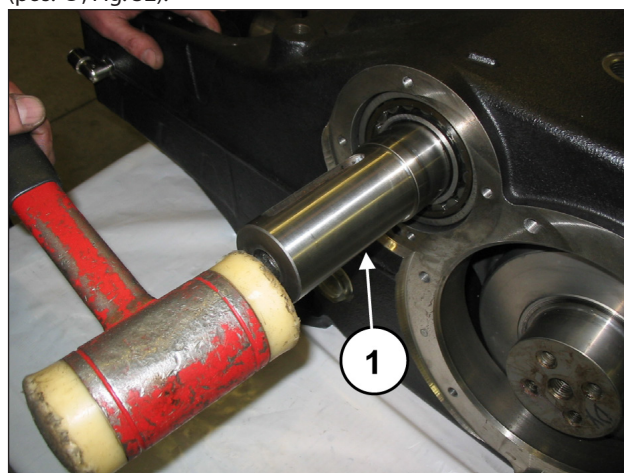
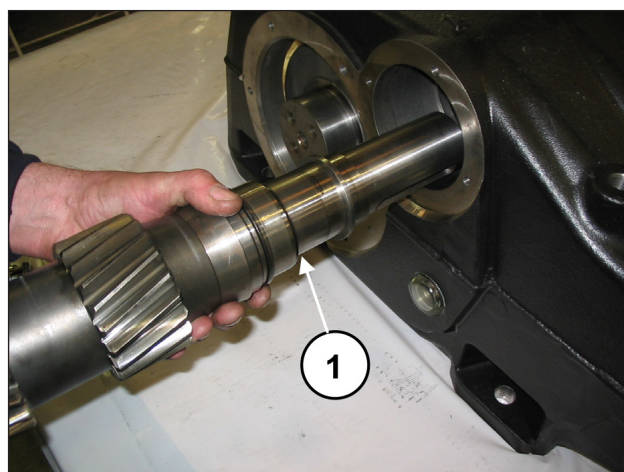

Fig. 31
Fig. 32
Mediante o uso de um mecanismo de percussão (pos. ①, Fig. 31), extraia o eixo PTO de qualquer um dos dois lados (pos. ①, Fig. 32).